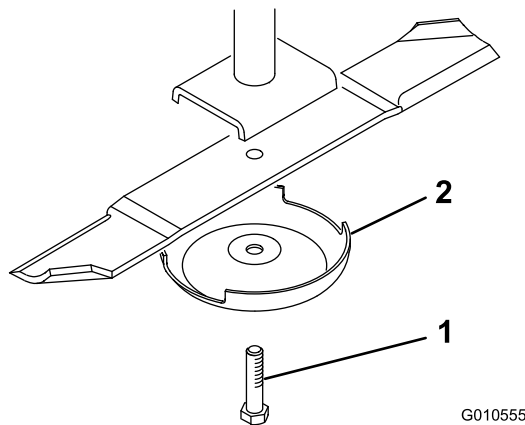

Figure 32
2. Tenez la lame à son extrémité avec un chiffon ou un gant épais. Enlevez le boulon, la coupelle de protection et la lame de l'axe de pivot (Figure 32).